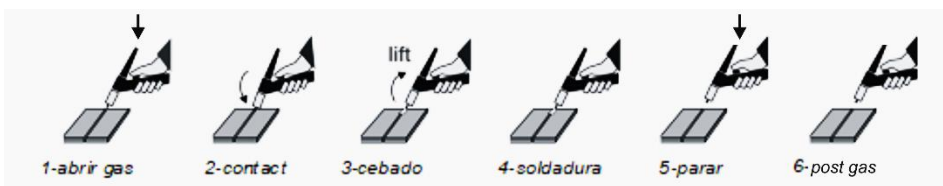

Fig.9
* 2T - Cuando el gatillo de la antorcha es presionado, el gas comienza a fluir (PREGAS) hasta que el soldador efectúe la ignición por LIFTIG (veer Fig.9) y el arco se establece. La corriente sube de acuerdo con el tiempo UPSLOPE para el valor ajustado de I2. Cuando el gatillo de la antorcha es liberado, la corriente disminuye de acuerdo con el valor ajustado de DOWNSLOPE, el arco se apaga y el tiempo POST GAS comienza.
** 4T - Cuando el gatillo de la antorcha es presionado, el gas comienza a fluir (PREGAS) hasta que el soldador efectúe la ignición por LIFTIG (veer Fig.9) y el arco se establece. Se puede, liberar el gatillo. La corriente sube de acuerdo con el tiempo UPSLOPE para el valor ajustado de I2. Cuando el gatillo de la antorcha es presionado, la corriente disminuye de acuerdo con el tiempo ajustado de DOWNSLOPE, el arco se apaga y el tiempo POST GAS comienza.